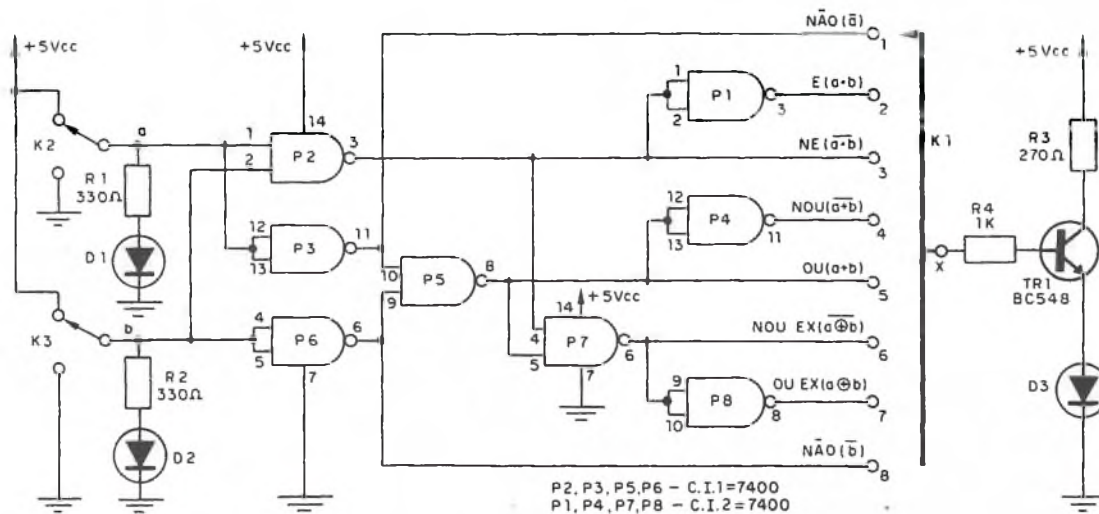
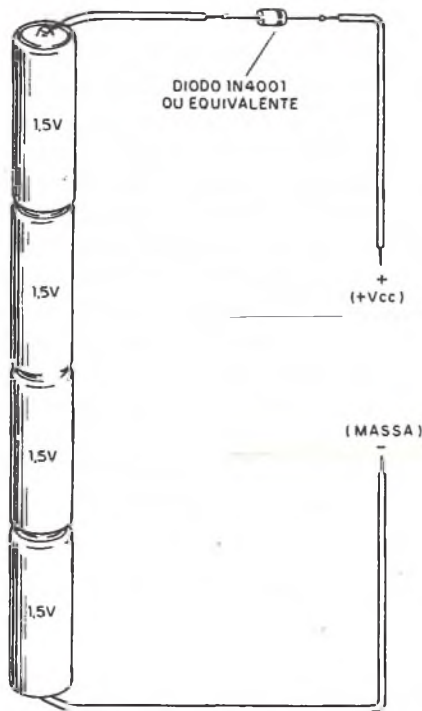

Figura 10
Figura 11
A estrutura elétrica proposta é a mostrada na figura 10, estando omitido o circuito
pondo-se um diodo em série para provêr uma queda de potencial por volta de 0,6V, uma vez que os integrados TTL exigem um valor de tensão de alimentação de $5V \pm \pm 0,25V$ – vide figura 11.
Através dos interruptores K2 e K3 são aplicados os níveis lógicos às entradas a e b (figura 10), dessa forma, o nível alto fará com que cada diodo fotemissor associado emita luz (interruptor K2 e K3 na posição indicada no diagrama esquemático); contrariamente, o nível baixo, ou L, em ambas entradas faz com que nem D1 nem D2 emitam luz.
Os resultados acima obtidos confirmam cada uma das funções lógicas assinaladas no próprio diagrama esquemático (figura 10).
- o diodo mostrado na figura 11 foi instalado na própria plaqueta, sendo ele representado por D*, enquanto o capacitor C*, de $0,1 \mu F$, realiza o desacoplamento da linha de alimentação — estes componentes não estão representados no diagrama esquemático da figura 10;
- o ponto "X", assinalado, deve ir ter ao pólo da chave rotativa enquanto os pontos "1" a "8", em consonância com o esquema (figura 10), serão conectados, nessa ordem, a cada pólo de tal chave;
Alimentando o circuito a partir de quatro pilhas ou através de uma fonte capaz de proporcionar entre 5V a 6V, dispor ambos interruptores K2 e K3 na posição indicada na figura 10: D1 e D2 emitirão luz.